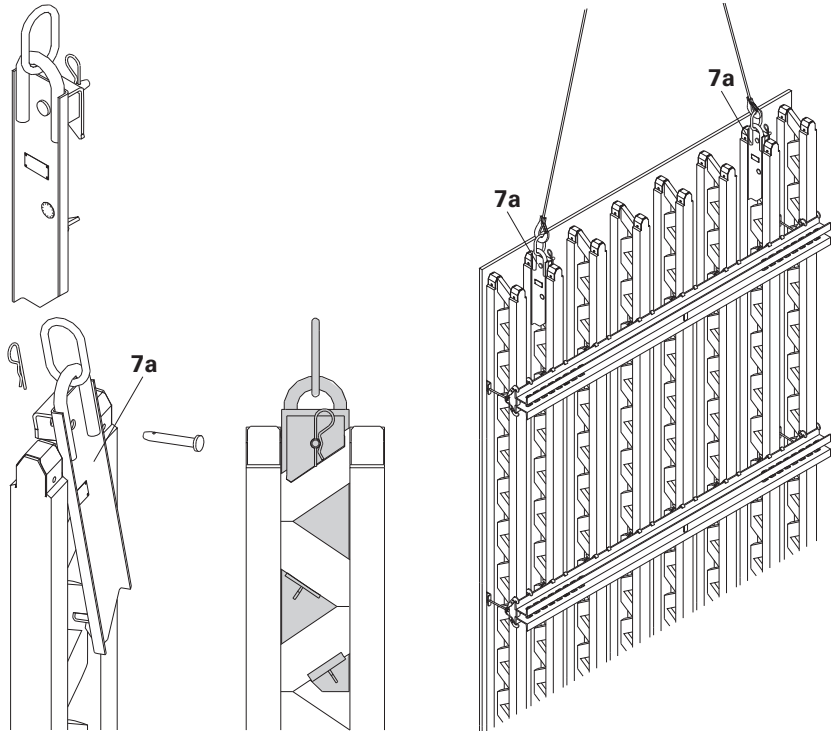

Fig. B3.01
- Toujours monter 2 pièces symétriquement par rapport au centre de gravité. (Fig. B3.01)